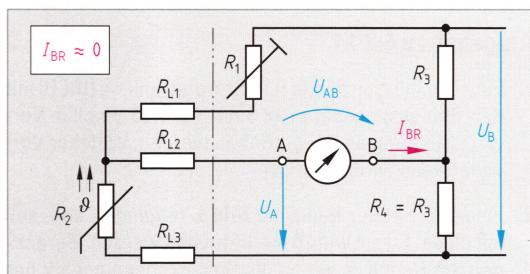

Bild 3: Dreileiter-Messverfahren
- Beim Dreileiter-Messverfahren müssen die Adern der Messleitung gleiche Widerstände besitzen (**Bild 3**), sowie $R_3 = R_4$.